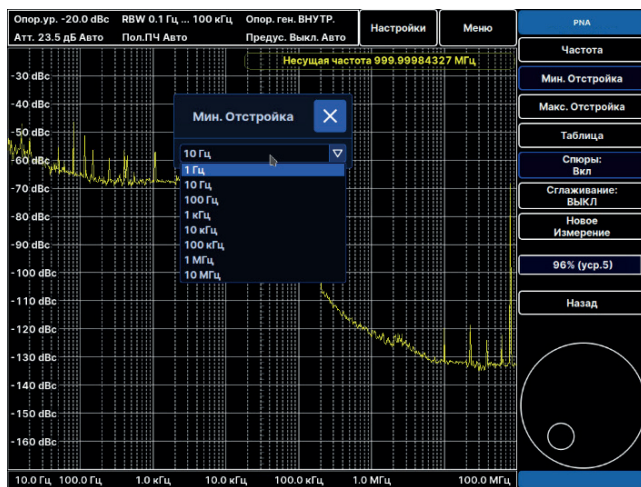

Рис. 30. Выбор начальной частоты отстройки от несущей
**Мин. Отстройка / Min Offset** – выбор начальной частоты отстройки от несущей при проведении измерений (Рис. 30);